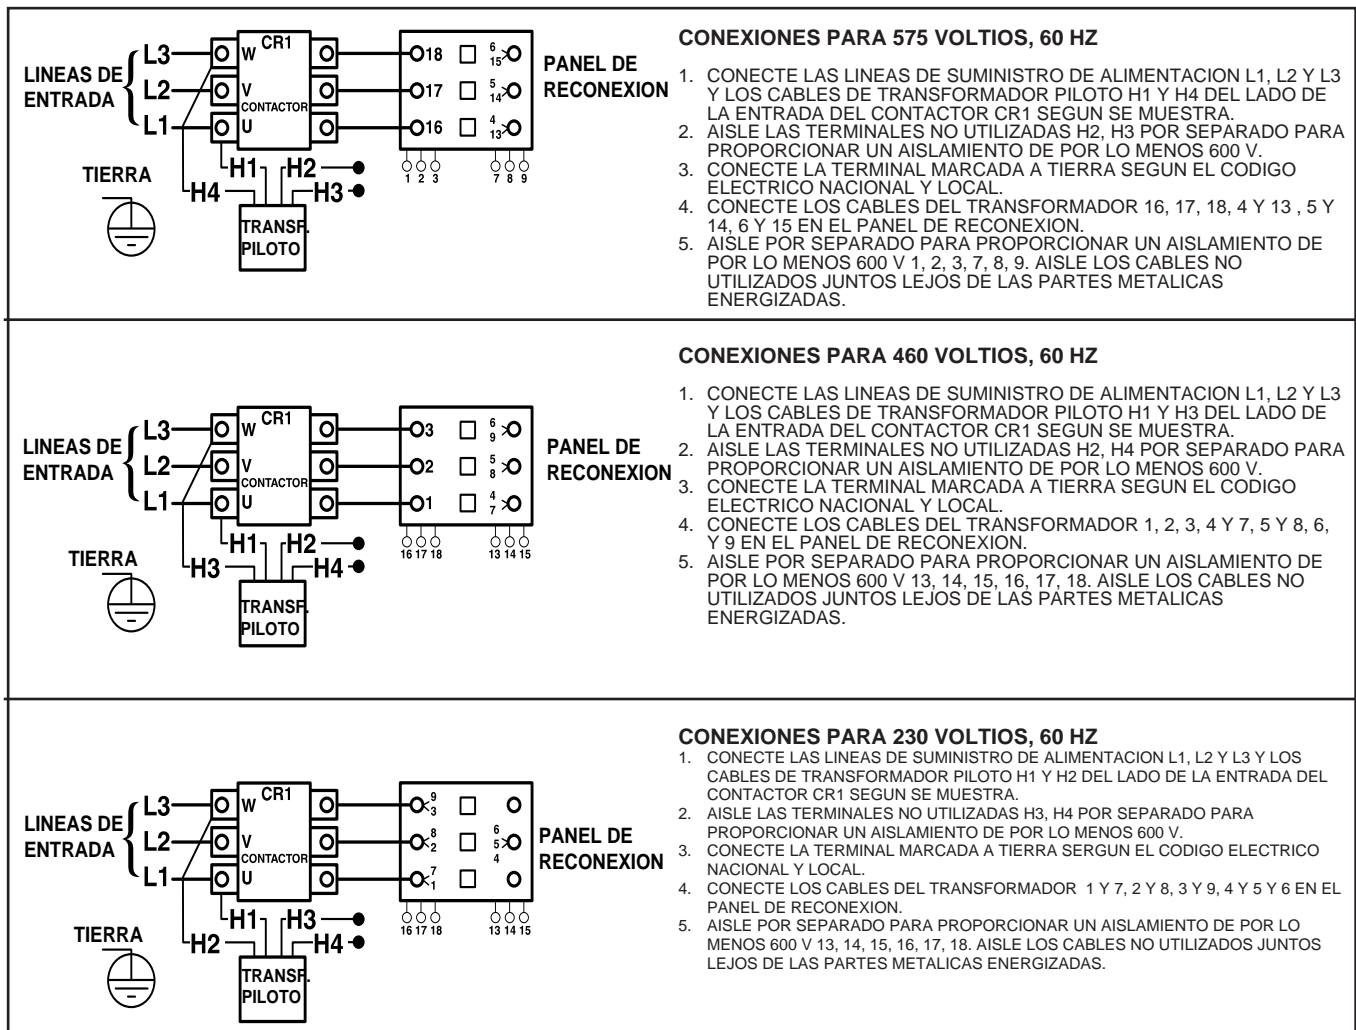

FIGURA A.8-Posiciones de la Placa del Panel de Reconexión para Máquinas de 230/460/575 VCA
5. Para 230/460/575, consulte la Figura A.8. (M15666)